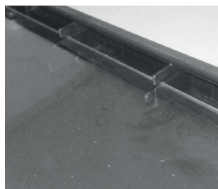

Rys. 2
2. Zgodnie z Rys. 2 naciśnij „dźwignię” po obu stronach przy zawiasach, co spowoduje odemknięcie zamków.